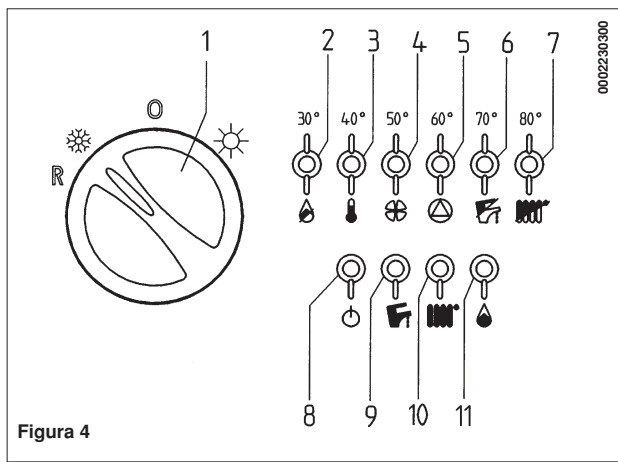

Figura 4
Neste caso repita as operações de acendimento até a chegada do gás no queimador posicionando o selector (1) em (R) por um segundo no mínimo. (vide figura 4).
No caso de presença de uma das seguintes anomalias (, , ) é possível restabelecer as condições normais de funcionamento posicionando o selector (1) em  durante pelo menos 1 segundo (ver também a figura 4). Quando for visualizada uma das seguintes anomalias (, ) pisca ao mesmo tempo também a sinalização .